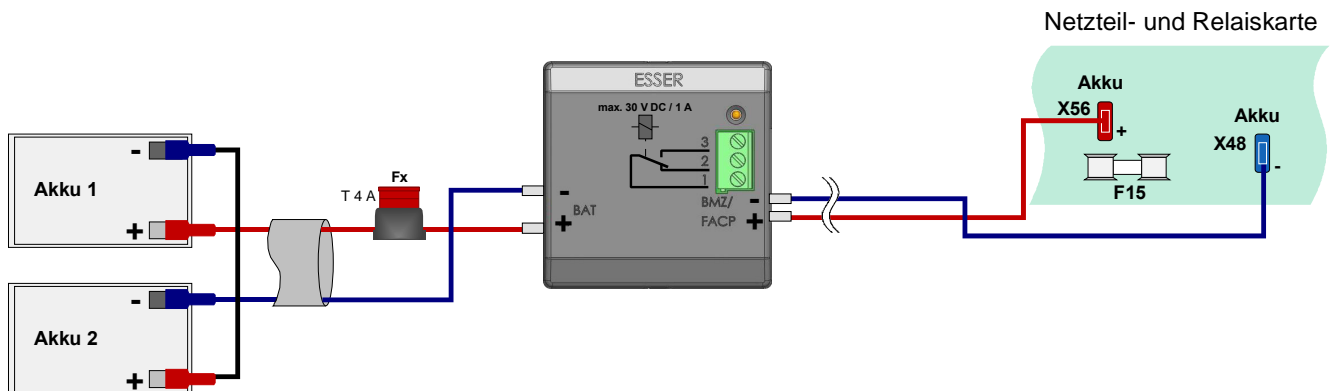

Abb. 26: Anschluss von zwei Akkumulatoren
Das Akkuüberwachungsmodul wird im Gehäuse der Löschmittel-Ansteuereinrichtung montiert. Die Montage erfolgt mit dem beiliegenden Klettband gem. Abb. 26. Das Klettband auf die Rückseite ⑤ des Akkuüberwachungsmoduls und der Gehäusewand ⑥ kleben und Modul aufstecken.